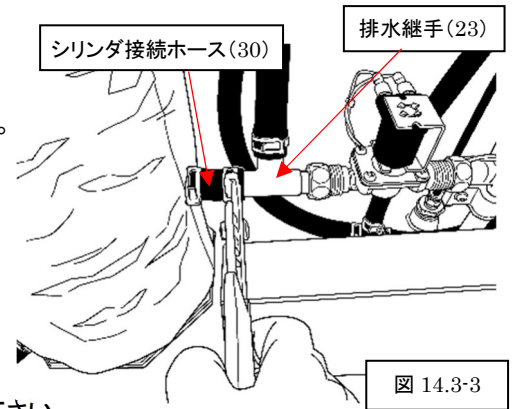

図 14.3-3
- ⑯ シリンダ接続ホース(30)についているホースクリップ(25)2個を排水電磁弁継手(23)側にずらします。(図 14.3-3)
- ⑰ 蒸気シリンダ上部にある蒸気シリンダ取付ネジ2ヶ所(4)を外します。
- ⑱ 蒸気シリンダを持上げ左側へ捻じるとシリンダ接続ホース(30)が外れます。
- ⑲ そのまま蒸気シリンダを上方へ持上げ、手前に引くと外れます。